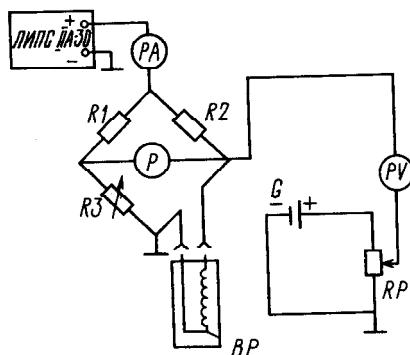

Рис. 2. Схема включения преобразователя ПМТ-6-3:
схему включения образцового преобразователя ПМТ-6-3 (рис. 2).
6.2.1. Калибровка преобразователя. При атмосферном давлении в схеме моста (рис. 2) вывести на нуль потенциометр RP. Изменяя ток питания моста от ЛИПС НА-30 (примерно до 120 мА по амперметру PA), показание вольтметра PV установить на отметке 7,0 В, после чего изменить R3 так, чтобы мост сбалансировался (баланс моста регистрируется по нулевому отсчету гальванометра). Затем ток питания моста уменьшить до нуля и откачать градуировочную камеру до давления не выше 0,1 Па. При этом давлении мост сбалансируется изменением тока питания (примерно до 6 мА по амперметру PA), затем с помощью потенциометра RP установить показание вольтметра PV на нуль. После повторения этих операций (потенциометр RP при этом не выводится) схема моста готова к работе.